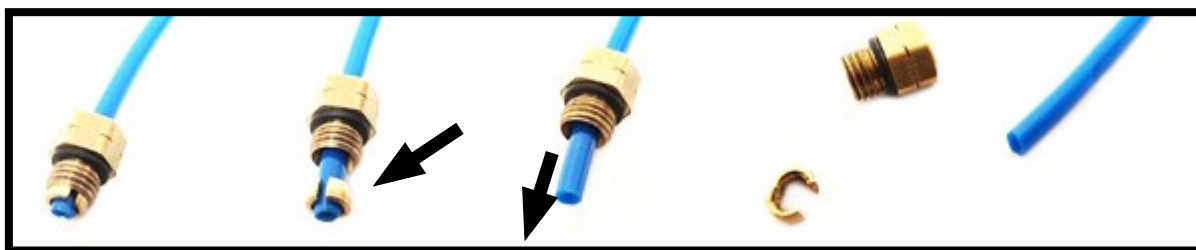

图16
6. 拆卸空气管路接头。拆卸时，拆开卡扣，从空气软管上拆下接头。（图16）